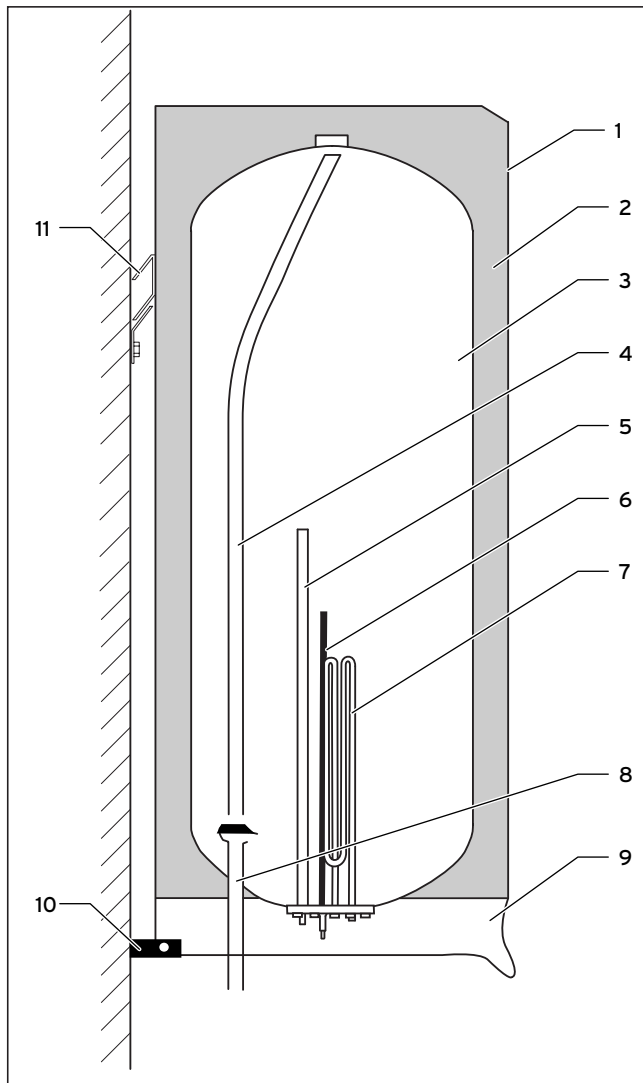

Abb. 1.2 Aufbau
Der Wasserinhalt ist bei geschlossenen Warmwasserzapfventilen nicht mit der Atmosphäre verbunden. Beim Öffnen eines Warmwasserzapfventils strömt das Kaltwasser durch das Kaltwasserzulaufrohr (8, Abb. 1.2) und drückt das warme Wasser vom Innenbehälter (3) durch das Warmwasserauslaufrohr (4) heraus.